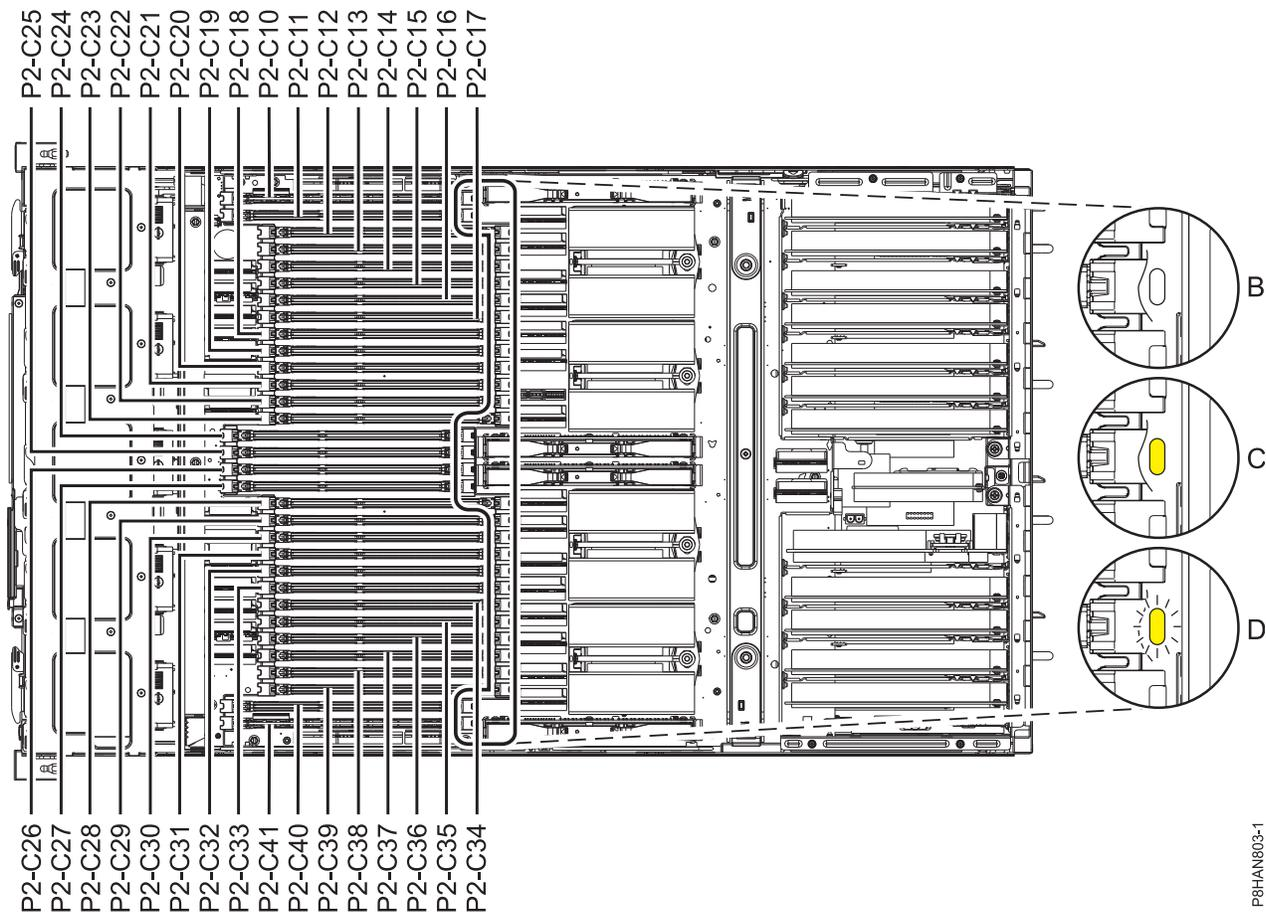

図 4. メモリー・スロットおよび LED の位置
3. メモリー・スロットの位置を確認します。7 ページの図 4 に、メモリー・スロットおよび LED の位置を示します。